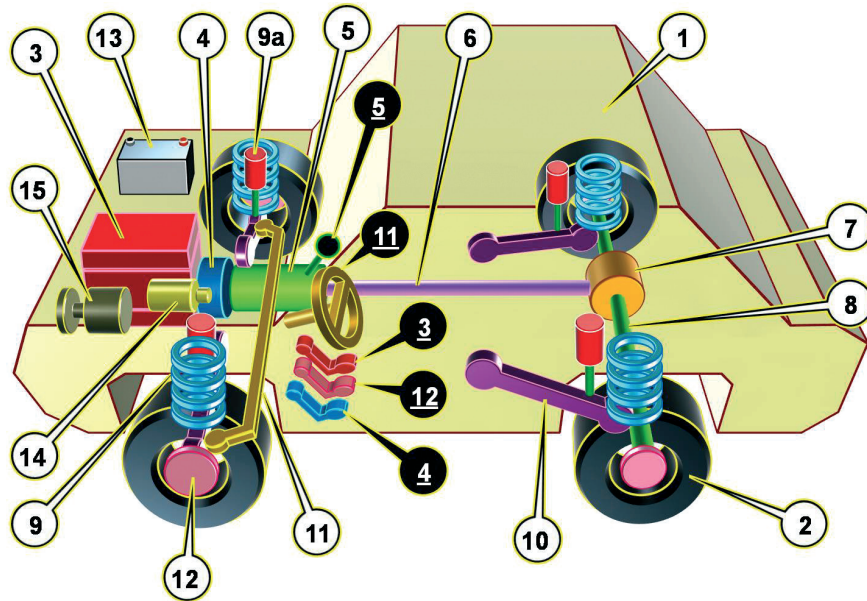
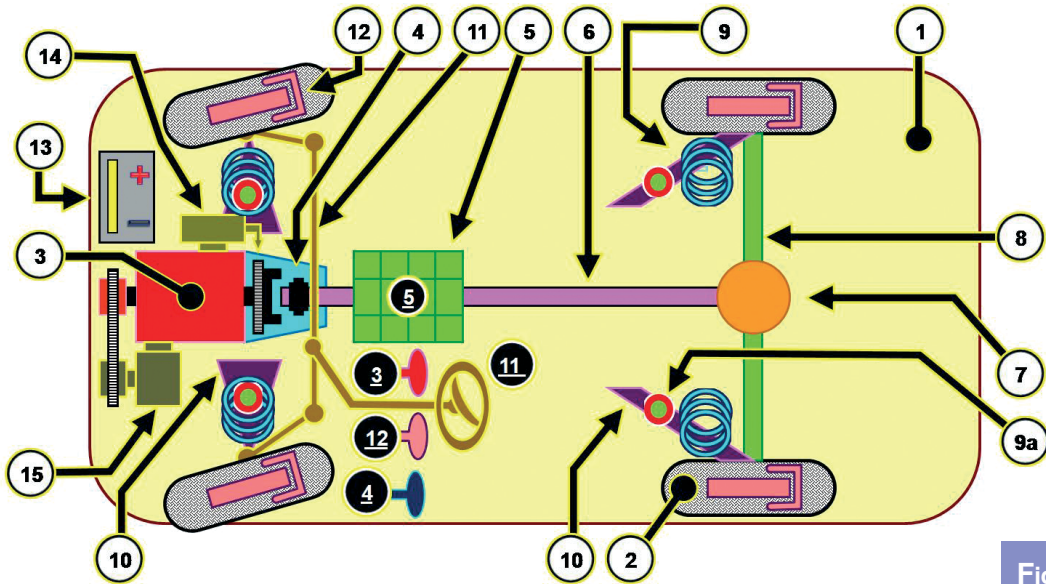

Fig. 01.1
Fig. 01.2
1.2 » Proceso cronológico de funcionamiento elemental (Fig. 01.1 y Fig. 01.2)